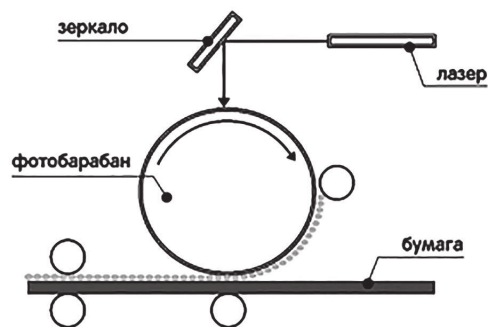

Рисунок 2
- закрепление изображения. Положительно заряженный ролик ролик переноса притягивает порошок с барабана (рисунок 2), по пути вещество попадает на бумагу. Бумагу перенаправляют в «печку» (два вала — резиновый и вал нагрева, протягивая между собой бумагу, они плавят материал и закрепляют его на листе), где тонер нагревается и таким образом фиксируется при температуре от 180°C до 250°C [2].